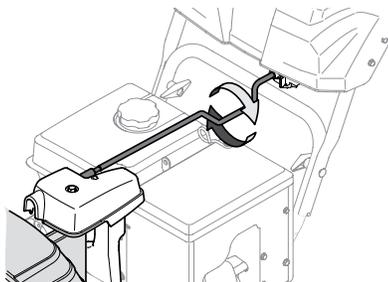

Figure 3-11
4. Tenez la partie recourbée de la tige de commande de la goulotte et faites pivoter la goulotte manuellement vers la droite ou la gauche. Voir Figure 3-11.